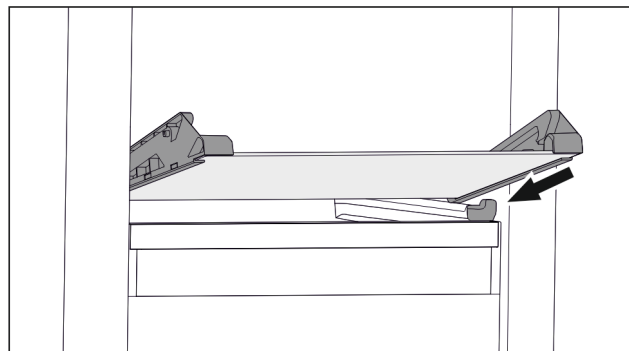

Fig. 108 Den nedklappelige skuffes glasplade
- ▶ Sæt glaspladen skråt bag stoppene. (se Fig. 108)